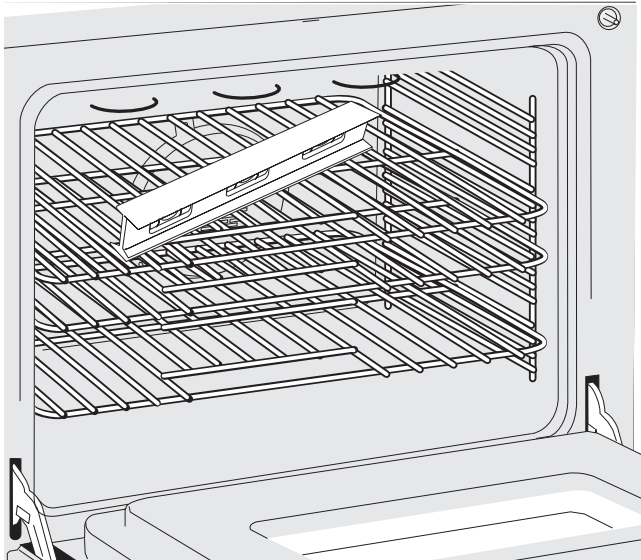

Figura 20: Utilice las rejillas de horno para nivelar el electrodoméstico
2. Coloque un nivel en la rejilla (Figura 20). Haga dos lecturas con el nivel colocado diagonalmente en una dirección y después en la otra.